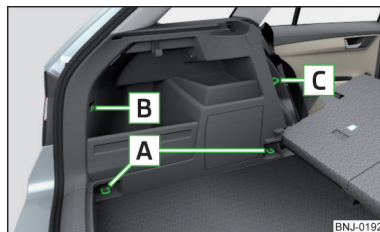
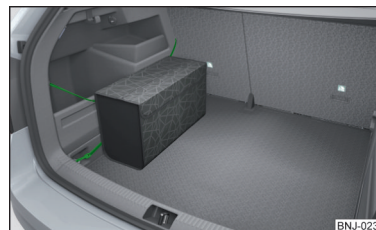

Fig. 94
Fig. 97
Oversigt over fastgørelseselementer » Fig. 94
- Fastgørelsesøjerne **A** » Fig. 94 på side 82 kan ikke anvendes til fastgørelse af net, hvis den variable bundplade befinder sig i den øverste position » Side 88¹⁾.
Tasken » Fig. 97 kan fastgøres til fastgørelseselementerne **A**, **B** og **C** » Fig. 94 på side 82.